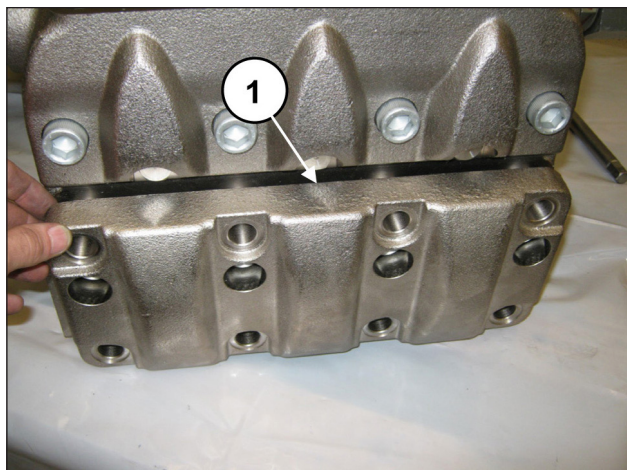
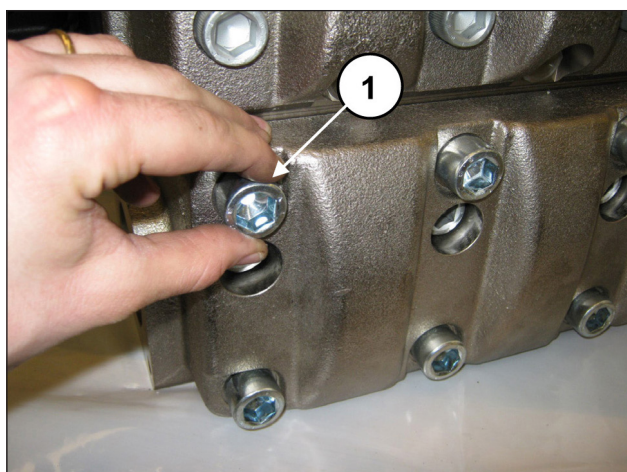

Рис. 158
Рис. 159
После завершения монтажа всасывающих клапанных узлов установите крышку всасывающих клапанов (поз. ①, Рис. 158) и закрутите 8 винтов M18x65 (поз. ①, Рис. 159).